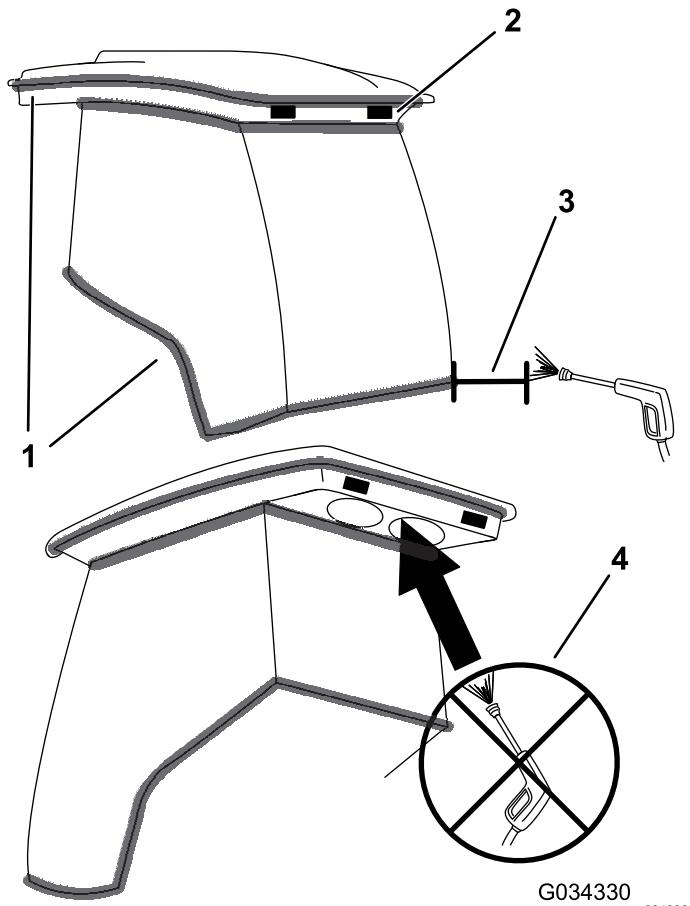

Figure 119
**Important:** Soyez prudent autour des joints et des éclairages de la cabine (Figure 119). Si vous utilisez un nettoyeur haute pression, n'approchez pas le jet à moins de 60 cm de la machine. N'utilisez pas le nettoyeur haute pression directement sur les joints et les éclairages de la cabine, ni sous l'avancée arrière.